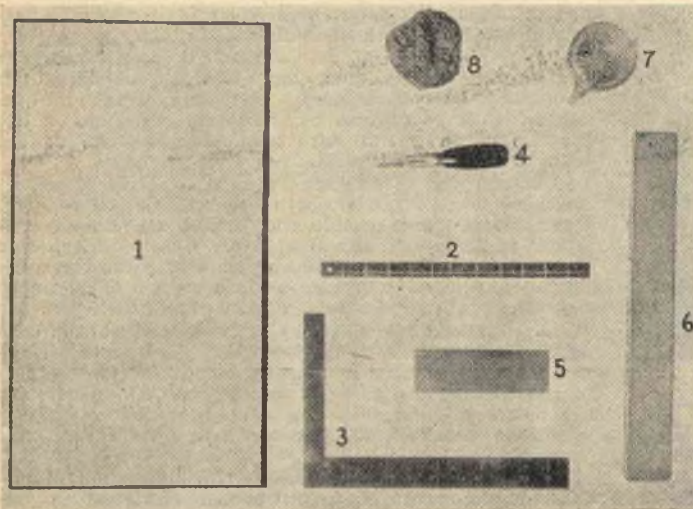

Fig. 1 - Ciò che occorre per la preparazione del cuoio.
Per realizzare i vari circuiti occorre solo modificare i collegamenti di alcune resistenze fisse, di alcuni condensatori e di alcuni fili. I componenti maggiori, inclusi il trasformatore, gli zoccoli della valvola e della bobina, il condensatore variabile C1, il raddrizzatore al Selenio, i due condensatori elettrolitici di filtro ed il potenziometro R1, rimangono sempre nella posizione indicata in fig. 1-A, così come inalterati rimangono in tutti i circuiti i collegamenti in detta figura e nella foto B indicati, collegamenti per la cui esecuzione vi consigliamo di usare filo di un determinato colore, giallo, ad esempio, mentre filo rivestito di colore diverso
Marcate tutti i terminali, seguendo le indicazioni di fig. 1 ed 1A (potrete allo scopo incollare sulla base dei rettangoli di carta sui quali avrete scritto le indicazioni necessarie) e stando bene attenti a non commettere errori, perché se assegnate ad un terminale o ad un morsetto un numero errato, l'errore si ripercuoterebbe
1. - *Il tagliere.* Si tratta di una tavoletta di legno piana e ben levigata, sulla quale tagliare il cuoio. E' preferibile usare legno tenero, ma che abbia una grana serrata, affinché la lama del coltello non sia fatta deviare dalla durezza della grana (fig. 1, n. 1).
2. - *Il righello.* Serve al tempo stesso come misura e come riga e di conseguenza deve essere centimetrato. Perché non farselo da sé, usando una di quelle righe di ottone che i tipografi adoperano per separare le varie colonne? Incidervi i segni della centimetratura è cosa semplicissima con il procedimento indicato in questo stesso fascicolo (fig. 1, n. 2).
3. - *La squadra.* Dev'essere di metallo, come il righello, e possibilmente centimetrata. E' l'utensile più utile per tagliare il cuoio bene in quadro. Il miglior modo di servirsene, quando si debba tagliare, è quello illustrato in fig. 3, mentre la fig. 2 illustra come servirsi del righello per riportare sul cuoio una determinata misura. In fig. 3 notate che la lama del coltello è tenuta inclinata leggermente in fuori rispetto al margine della squadra, che viene così seguito più facilmente (fig. 1, n. 3).